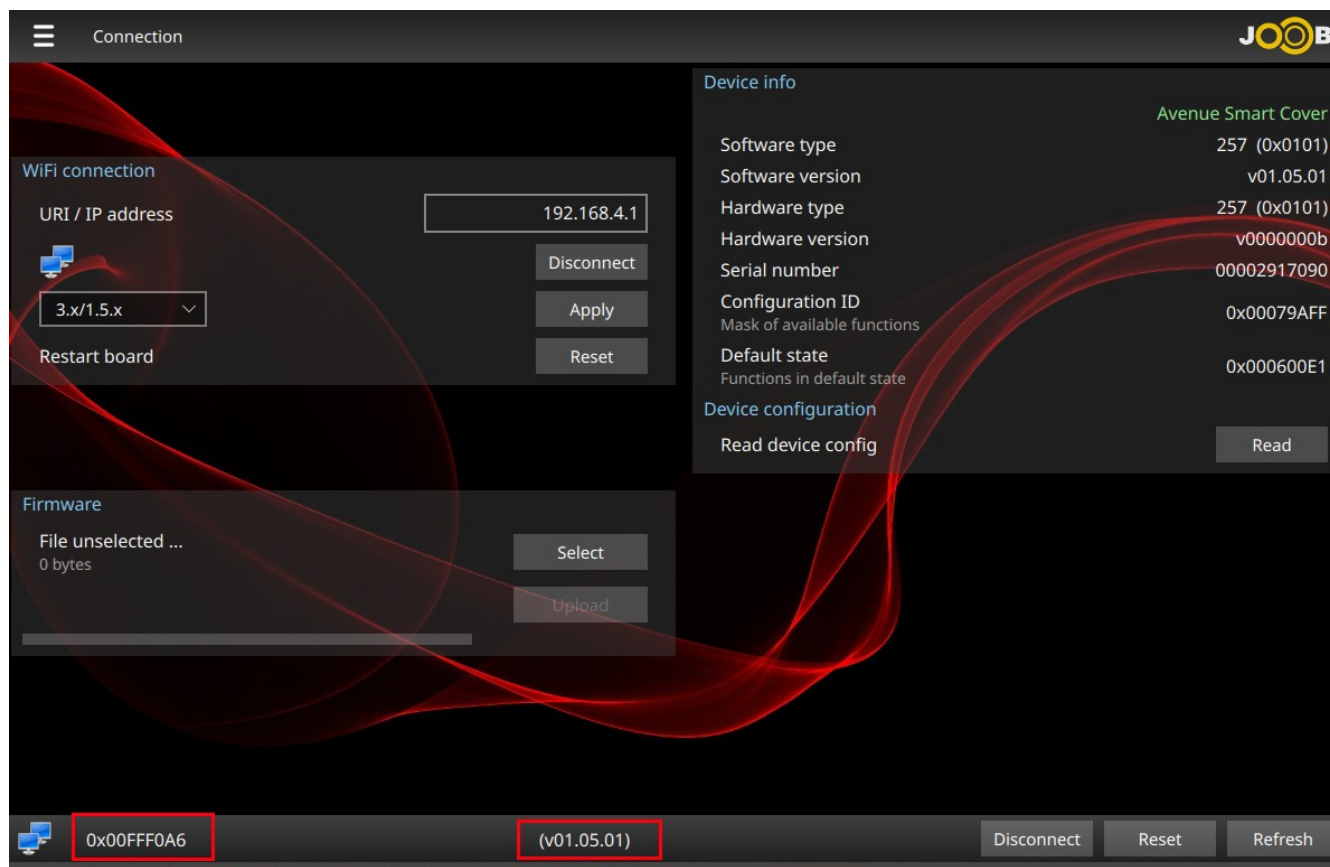

Рисунок 4
- ✓ последние **6 символов DevEUI** должны соответствовать последним **6 символам DevAddr** (рисунок 4 — левый нижний угол)
- ✓ **индикатор версии** программного обеспечения **не должен быть нулевым** (рисунок 4)